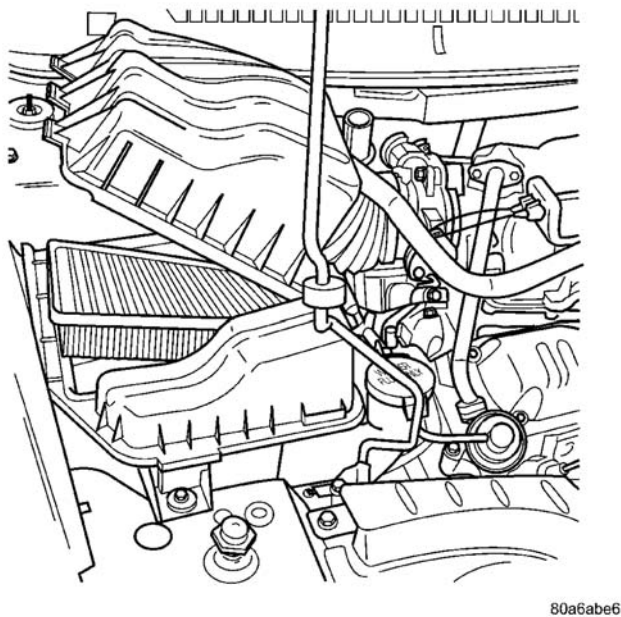

图 11 空滤器护盖
- (1) 打开 2 根固定夹。
- (2) 拉起护盖，朝发动机位置拉动，从空滤器处拆卸护盖凸舌。
- (3) 拉起护盖，卸下滤芯（图 11）。
- (1) 将空气滤清器滤芯安装至空滤器（图 11）。
- (2) 卸下护盖，让凸耳插入空滤器中。
- (3) 压下护盖，夹上 2 根固定夹。
- (3) 拆卸连接节气门体的进气软管（图 11）。
- (4) 拆卸螺栓，将空滤器从散热器交叉构件上端卸下。
- (5) 从单定位销处拉起空滤器。
- (6) 从车辆上拆卸空滤器